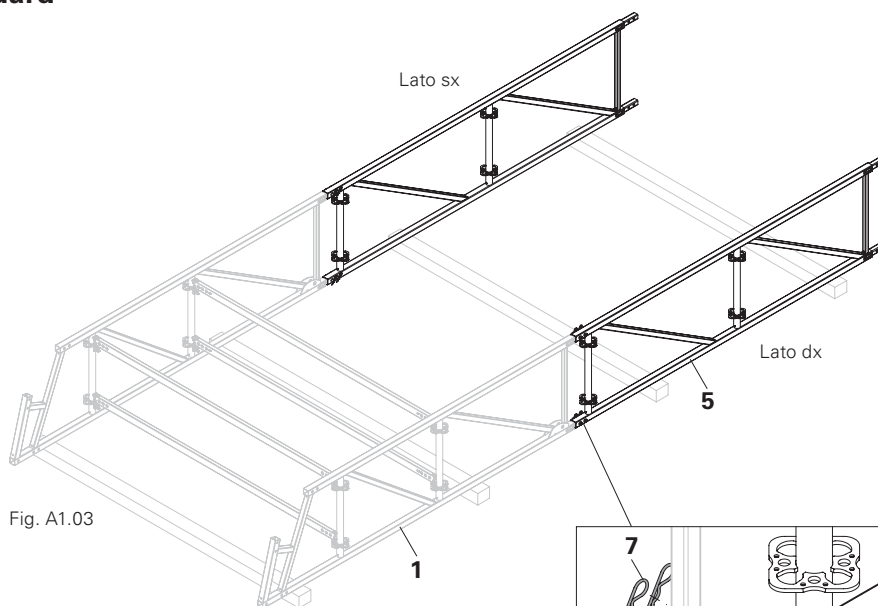

Fig. A1.03
1. Far scorrere i correnti superiori e inferiori dell'elemento standard (**5**) sui perni degli elementi gronda. (Fig. A1.03)